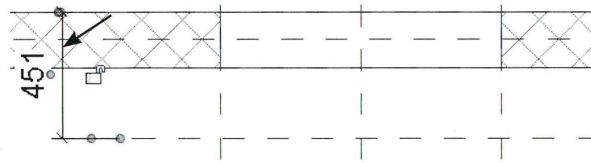

Fig. 08.12. Sæt en målkæde på mellem Reference Plane og ydersiden af ydervæggen.
- Sæt målet på mellem *Reference Plane* og ydersiden af ydervæggen (Fig. 08.12).